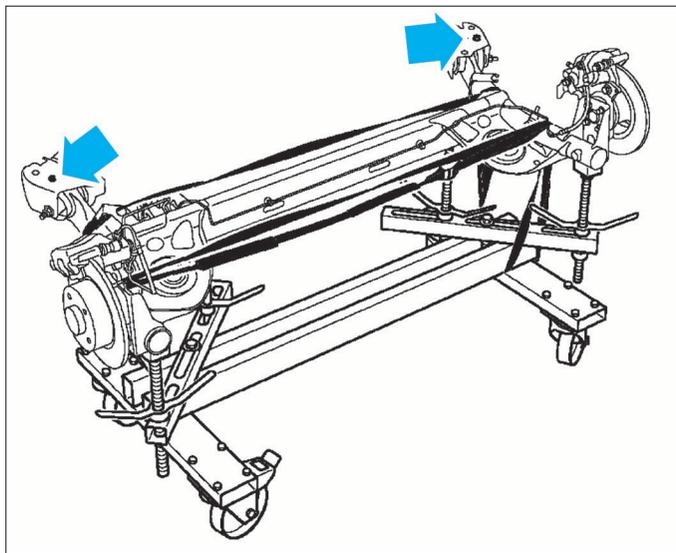

FIG. 30
- positionner correctement le train arrière à l'aide des centreurs de ses paliers (Fig.30).